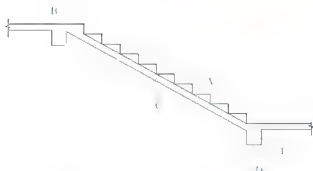

图 5.72 绘制辅助线 A
(1) 启动 【直线】 命令, 绘制如图 5.72 所示的 A 线。